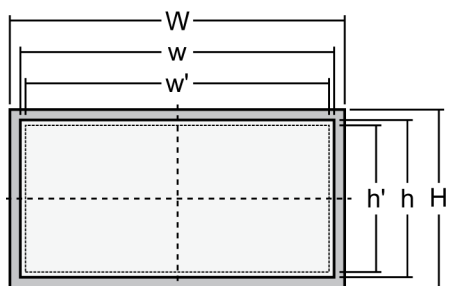

Abb. 8: Schematischer Ausschnitt
1. ➤ Schneiden Sie die Schalttafel entsprechend den Abmessungen in Abb. 8 aus.